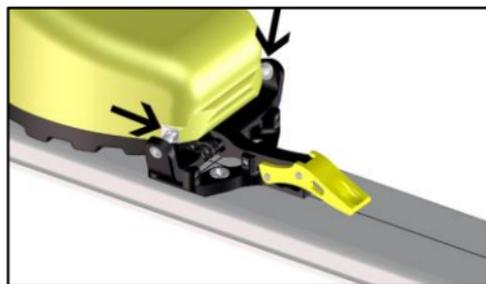
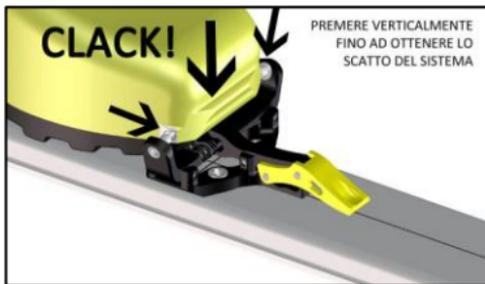
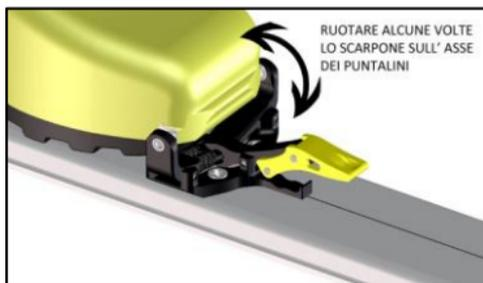

FIGURA 20
FIGURA 21
FIGURA 22
- Avvicinare la punta dello scarpone al puntale, portando le due sedi dell'inserto metallico anteriore dello scarpone in corrispondenza dei puntalini di aggancio dell'attacco (FIGURA 20). Da questa posizione, premere la punta scarpa verso il basso (verticalmente) generando lo scatto del sistema elastico che andrà a chiudersi sullo scarpone (FIGURA 21/22). Far oscillare poi alcune volte lo scarpone sull'asse dei puntalini, per verificare il corretto accoppiamento scarpone attacco, come mostrato in FIGURA 22.